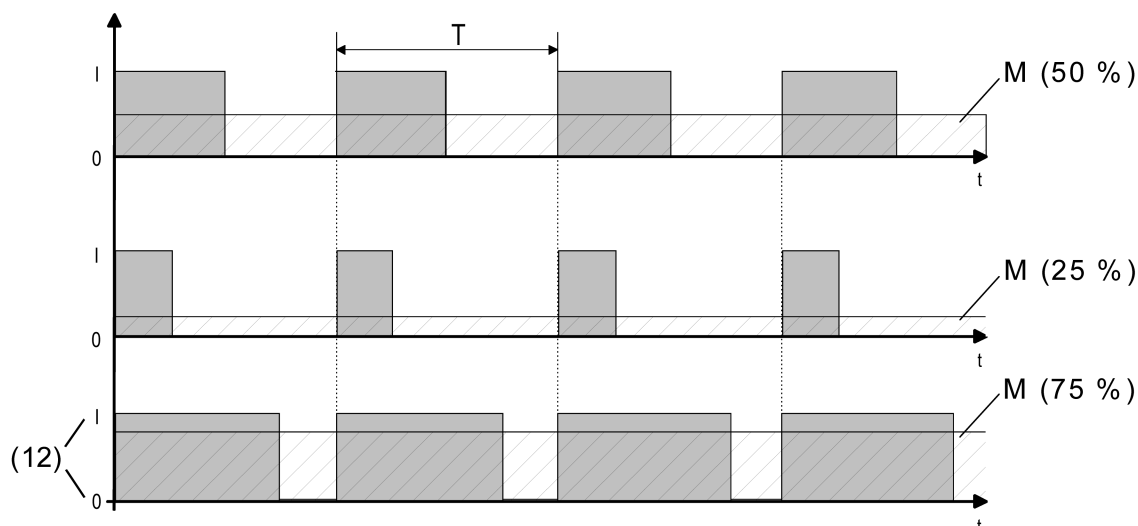

Figure 19: Modulation de largeur d'impulsion d'un signal de sortie de valve
Dès que l'appareil doit régler un paramètre constant ou une valeur de position de consigne de valve constante configurée dans l'ETS, il module le signal de sortie via la largeur d'impulsion d'activation. La valeur moyenne (M) du signal de sortie résultant de cette modulation (en tenant compte de la durée de cycle (T) réglable dans l'appareil) sert de mesure pour la position de valve moyenne de la valve réglable et constitue ainsi une référence pour la température ambiante réglée (figure 19).